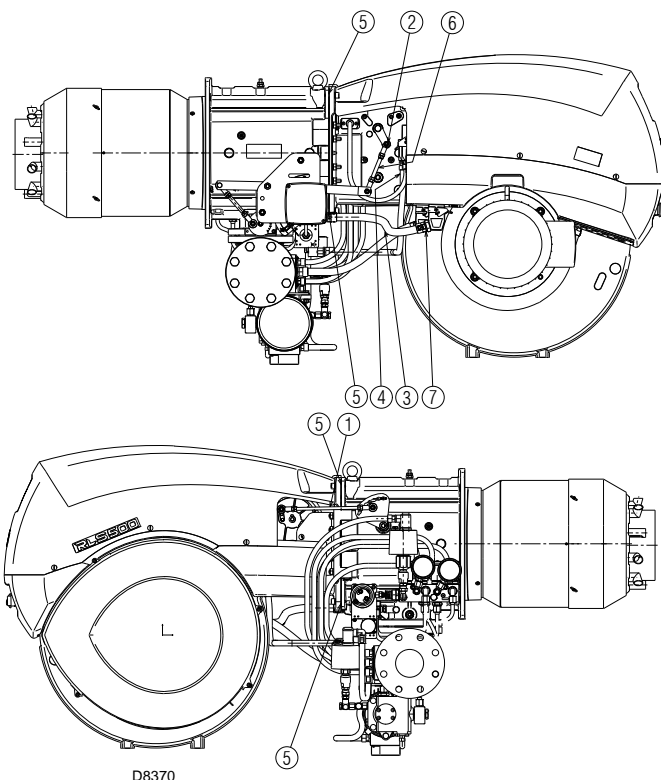

Abb. 41
- Die Zugstangen 1) und 6) (Abb. 41) des Hebels zur Kopfbewegung und zum Öffnen der Klappen durch Lockern der Muttern 2) entfernen.